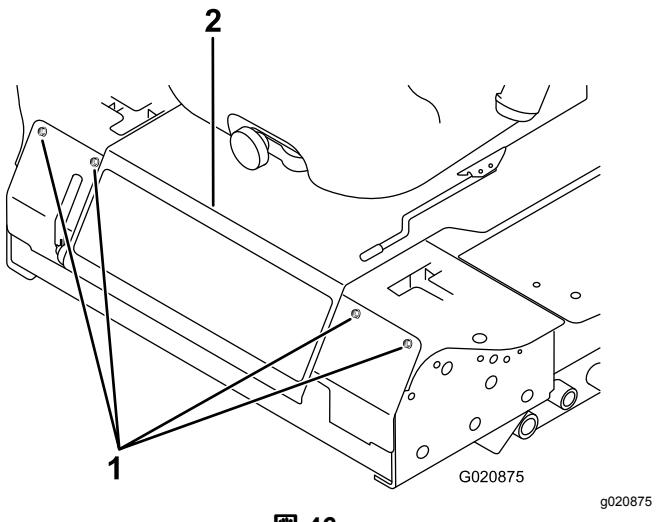

図 46
- 前パネルを止めているボルトを外して前パネルを外す(図 46)。